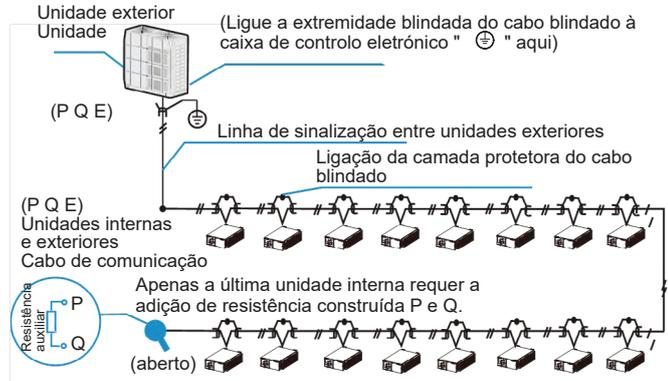

Figura 7.6
- Os cabos de comunicação entre as unidades internas e externas devem estar em cadeia, desde a unidade externa até a unidade final interna. A camada blindada deve ser devidamente aterrada, e uma resistência deve ser adicionada à última unidade interna para melhorar a estabilidade do sistema de comunicação (ver Figura 7.6).